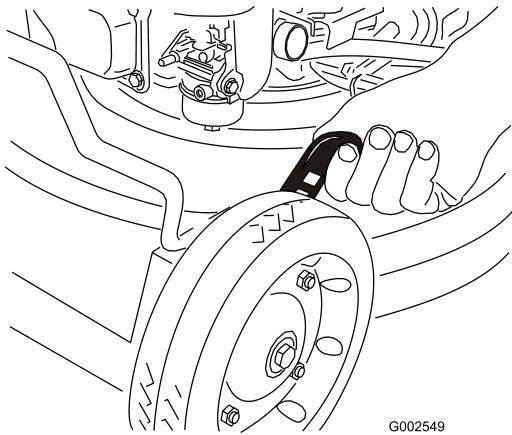

Figura 16
- Tire de la palanca de ajuste de la altura de la rueda hacia la rueda (Figura 16) y muévala a la posición deseada.